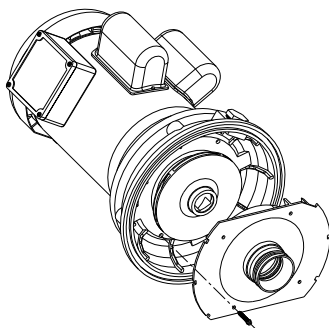

Figure 10
La pompe et les tuyaux n'ont pas besoin d'être déconnectés pour réparer ou remplacer le moteur ou le joint (voir figure 10). Si le moteur est remplacé, remplacer l'arbre du joint (Réf.No.13 à la page 10 et Réf.No.16 à la page 11). Gardez-en un à portée de main pour une utilisation future. Assurez-vous d'amorcer la pompe avant de démarrer.
1. Retirer les quatre vis fixant le diffuseur à la plaque du joint; enlever le diffuseur (voir figure 10). La roue exposée peut maintenant être nettoyée.